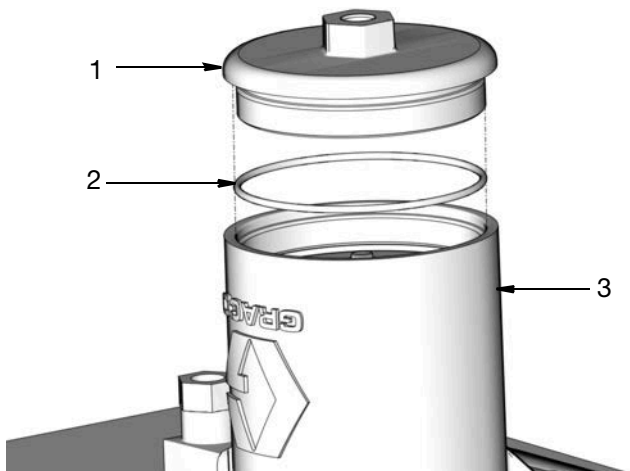

FIG. 22
19. Rimuovere il coperchio (1), l'O-ring del coperchio (2) e la molla (6). Smaltire l'O-ring secondo le norme vigenti per il corretto smaltimento (FIG. 22).